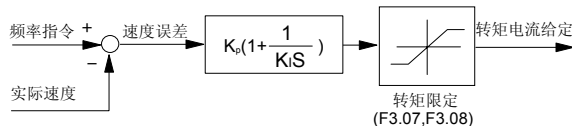

图 6-21 速度调节器简化框图
1. 速度调节器（ASR）的构成如图 6-21 所示。图中 K_p 为比例增益 P， K_i 为积分时间 I。